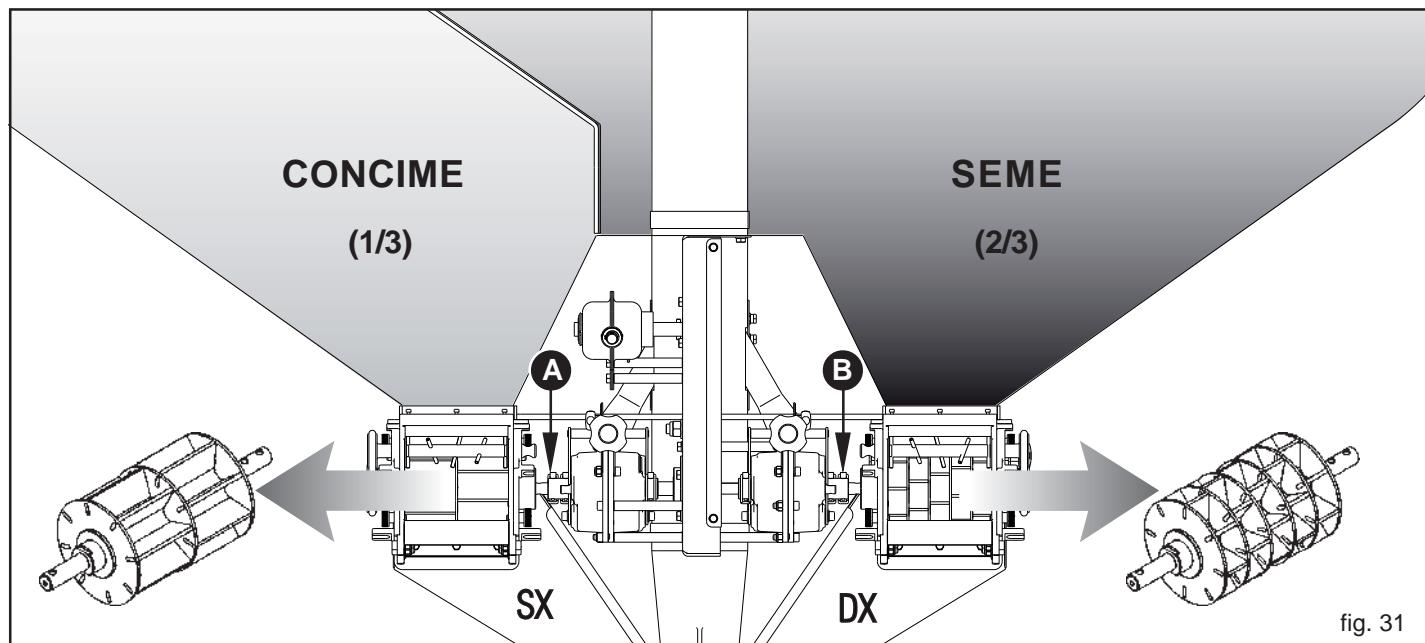

fig. 31
- 1) SEME-CONCIME (Fig. 31);
3.4.4.1 SEME/CONCIME (Fig. 31)